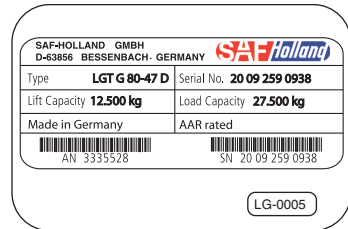
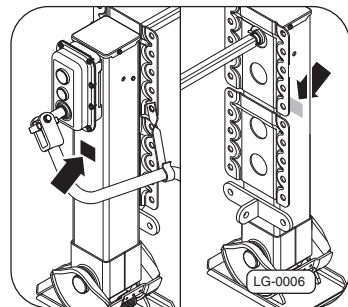

Abb. 1 · Typenschild
Abb. 2 · Position Typenschild
Das Typenschild ⇒Abb. 1 befindet sich an den gekennzeichneten Stellen⇒Abb. 2, –Pfeil–.
- das Einhalten der Leistungsgrenzen → Abb. 1 des Produktes,